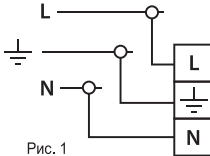

Рис. 1
3. З'єднайте підготовлені кінці проводів до проводів світильника позначених L, N, (символ заземлення) способом допустимим «Правилами улаштування електроустановок». WOLTA® рекомендує застосовувати клемні колодки (Рис. 1). Кріплення типу Z — зовнішній гнучкий кабель або шнур даного світильника не може бути замінений; якщо шнур виявиться пошкоджений, то світильник повинен бути утилізований.